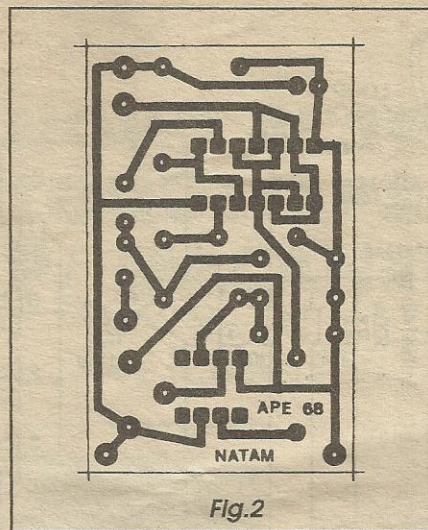

Fig.2
- FIG. 2 - LAY OUT DO CIRCUITO IMPRESSO ESPECÍFICO - Devido à presença dos dois integrados, centralizando praticamente toda a parte ativa do circuito, o padrão cobreado (visto em tamanho natural na figura...) tornou-se muito
dos, a referência posicional é dada pela extremidade marcada... Os diodos tem sua orientação definida pela marca na extremidade de **catodo** (uma faixa ou anel em cor contrastante...). Finalmente, o capacitor eletrolítico tem a polaridade de seus terminais demarcada no próprio *corpo* do componente, lembrando ainda que a *perna positiva* costuma ser a *mais longa*... Ao final, tudo deve ser reconferido, aproveitando-se para verificar a qualidade dos pontos de solda pela face cobreada (o outro lado da placa, originalmente visto na **FIG. 2**), corrigindo-se eventuais erros, falhas, lapsos ou *corrimentos*, antes de cortar as sobras dos terminais, passando então à fase das conexões externas...